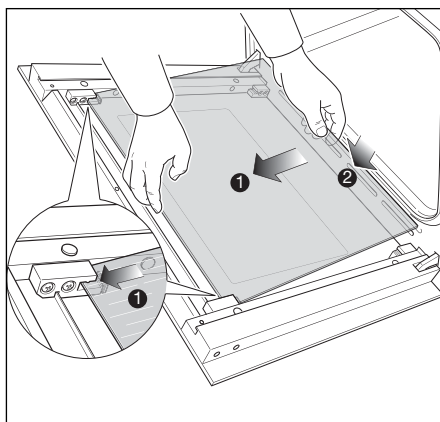
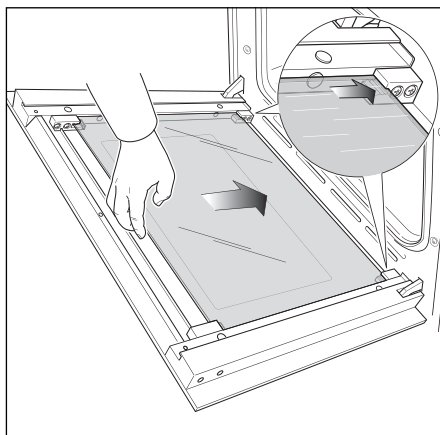

Fig. 42b
Fig. 42c
- Insérez en douceur le bord supérieur de la vitre dans les pinces supérieures (flèche 1 sur la Fig. 42b), puis abaissez la vitre et insérez le bord inférieur dans les pinces inférieures (flèche 2 sur la Fig. 42b) ; ensuite, faites glisser la vitre en position (Fig. 42c).